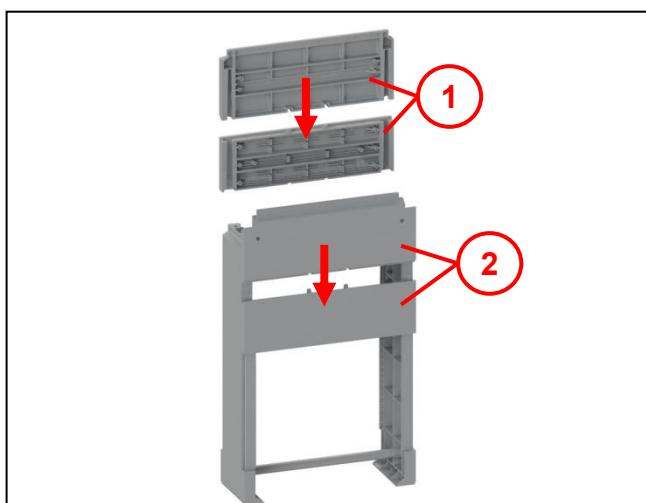

Abb. 9
- Ergänzungsplatten (1), wenn im Lieferumfang enthalten, über Hammerkopfführung einschieben (wie Abb. 9).